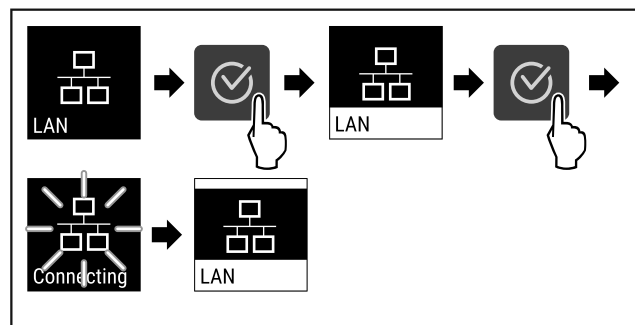

Fig. 91
- ▶ Выполните шаги действия (см. Fig. 91).